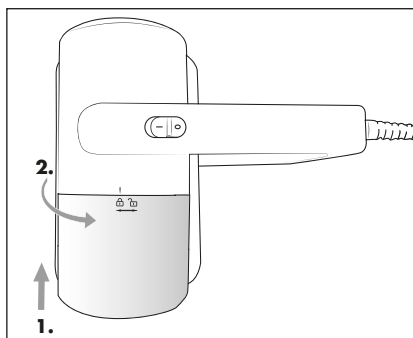

Fig. 9
- 8) Inserire il contenitore della polvere ④ nell'apparecchio in modo che il segno riportato sull'apparecchio venga a trovarsi sopra il simbolo  (aperto). Ruotare il contenitore della polvere ④ in senso orario fino a quando il segno sull'apparecchio non viene a trovarsi sopra al simbolo  (chiuso) (fig. 9).